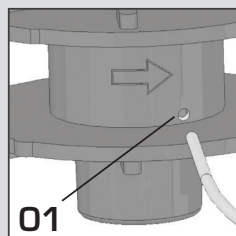

Fig. 11
Encaixe o fio no furo do carretel(1) conforme figura [Fig. 11].